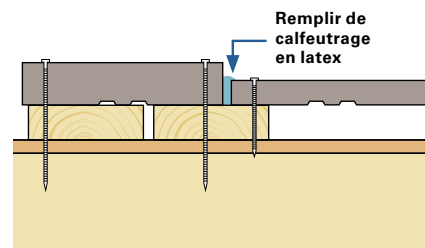

Fig. 16
- Utilisez un calfeutrage en latex translucide ou peinturable de haute qualité pour combler tous les interstices et sceller autour des portes, des fenêtres et partout où le revêtement entre en contact avec la garniture. (Voir la Figure 16)